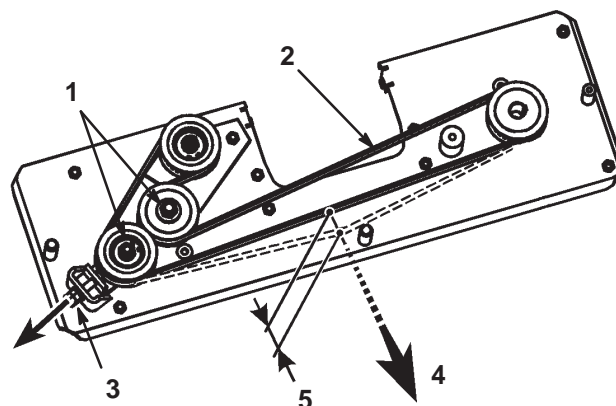

Bild 37
- Lösen Sie die zwei Sechskantmutter auf der Antriebscheibe (Bild 37).
- Stellen Sie die M10-Mutter so ein, dass sich der Riemen 5 mm mit einer Spannung von 30 N durchbiegt (Bild 37).